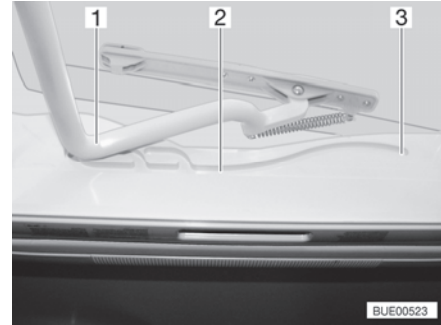

Bild 21 Spår (Heki-taklucka)
- Dra in bygeln (Bild 21,1) i spåren (Bild 21,2) till den bakersta positionen (Bild 21,3).
- Tryck bygeln (Bild 21,1) lätt uppåt med båda händerna.
- Drag bygeln till önskad position i spåret (Bild 21,2).